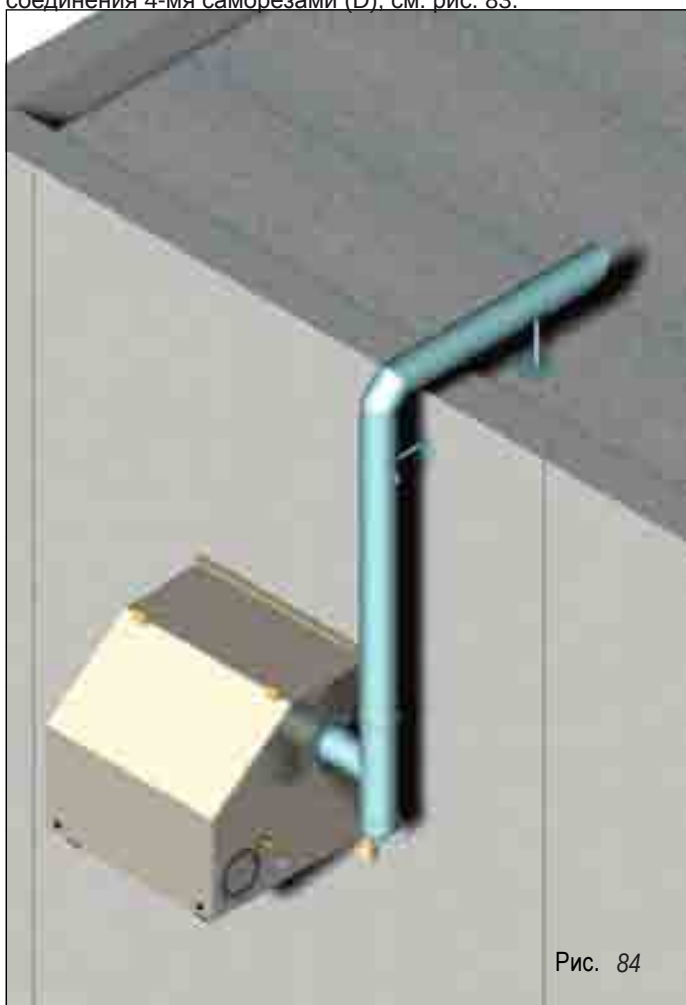

Рис. 84
На рис. 84 показано выполнение дымохода для генераторов модели GSR 50 и GSR 100.1, установленных на фасаде с конденсатосборником. Участок дымоходной трубы (5) должен быть отрезан в ходе монтажа. На рис. 85 представлена схема сборки различных компонентов, описанных ниже: